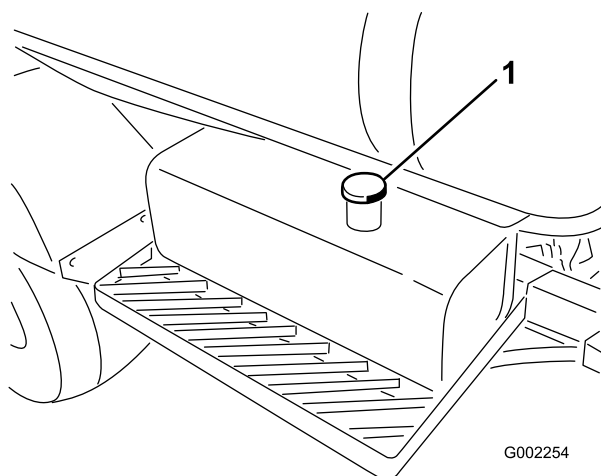

Figura 58
3. Pulite l'area attorno al tappo del serbatoio dell'olio idraulico e toglietelo (Figura 58).